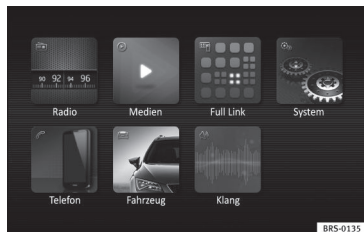

Abb. 81 Easy Connect: Hauptmenü.
- Drücken Sie die Infotainment-Taste **MENU** / und tippen Sie anschließend die Funktionsfläche **Fahrzeug** an » Abb. 81.